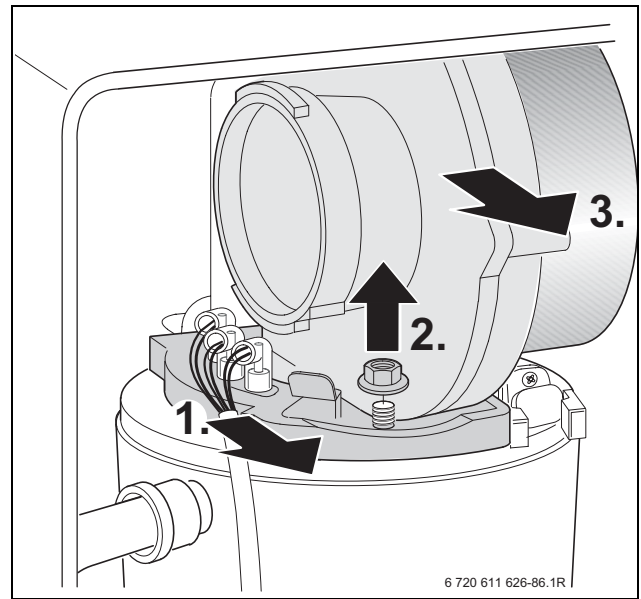

Bild 51
- ▶ Kabel der Zünd- und Überwachungselektrode abziehen, → Bild 51.